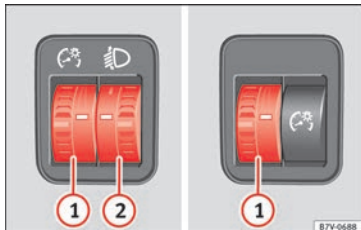

Abb. 62 Neben dem Lenkrad: Regler für Instrumenten- /Schalterbeleuchtung ① und Leuchtweitenregulierung ②.
① Instrumenten- und Schalterbeleuchtung
Bei eingeschaltetem Licht lässt sich die Helligkeit der Instrumenten- und Schalterbeleuchtung durch Drehen des Reglers » Abb. 62 ① regulieren.
② Leuchtweitenregulierung
Die Leuchtweitenregulierung » Abb. 62 ② passt je nach Einstellwert die Lichtkegel der Scheinwerfer stufenlos dem Beladungszustand des Fahrzeugs an. Dadurch hat der Fahrer bestmögliche Sichtverhältnisse und der Gegenverkehr wird nicht geblendet » ⚠.
Zum Einstellen Regler » Abb. 62 ② drehen: